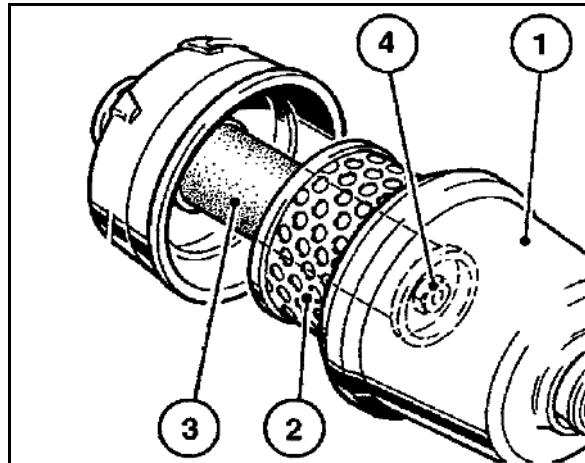

Рис. 164
2. Отверните и вывинтите фильтрующий элемент (Рис. 164/5) масляного фильтра при помощи стандартного инструмента.